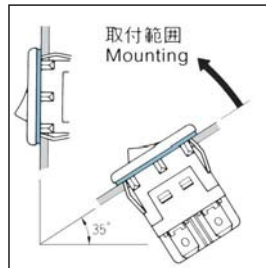

Fig.1.
- (1) 水滴のかかる可能性のある場所で使用する場合は、水平面より35°以上傾けて取付けてください。(Fig.1.参照)
- (1) When the switch is used in a place where it may be exposed to water splash, mount the switch at a tilt of at least 35 degrees from the horizontal surface. (See Fig. 1.)